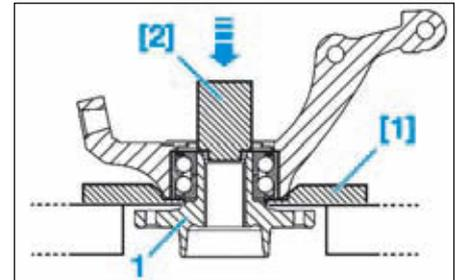
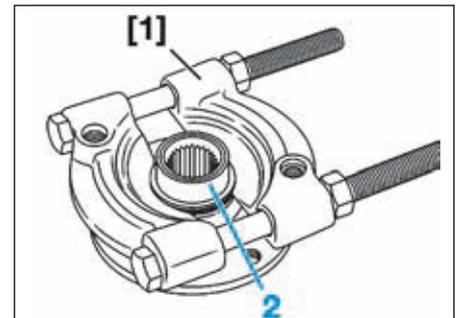

FIG.13
FIG.14
- [1]. Extracteur à mâchoires (**Fig.13**) et (**Fig.14**).
- [2]. Tube de 42 mm pour la dépose du moyeu (**Fig.14**).
- Mettre en place un extracteur [1] sur le pivot (**Fig.13**).
- Prendre appui sur le moyeu (1) avec l'outil [2].
- Déposer le moyeu (1) à la presse.
- Extraire la bague intérieure (2) du moyeu à l'aide de l'outil [1] (**Fig.14**).